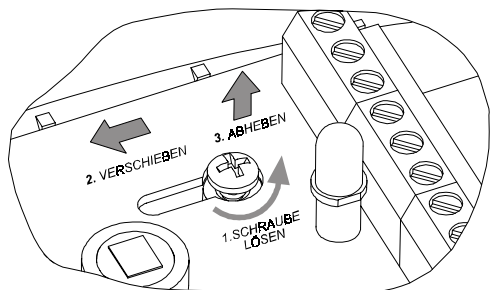

Abb. 4: Entnehmen der Platine
B. Lösen Sie die Fixierschraube, die die Platine hält und entnehmen Sie die Platine aus dem Gehäuse (siehe Abbildung 4).
B. Entnehmen Sie die Platine (siehe Abbildung 4) und legen Sie diese bis zur Fertigmontage zur Seite.